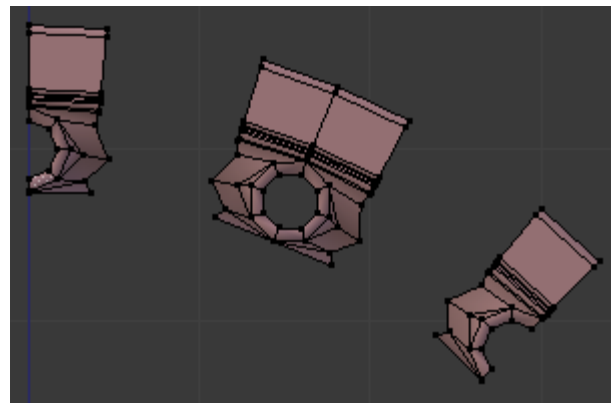

Figura 5.31
10. Selecciona metade das semi-malhas à esquerda e à direita e elimine-as, figura 5.31.